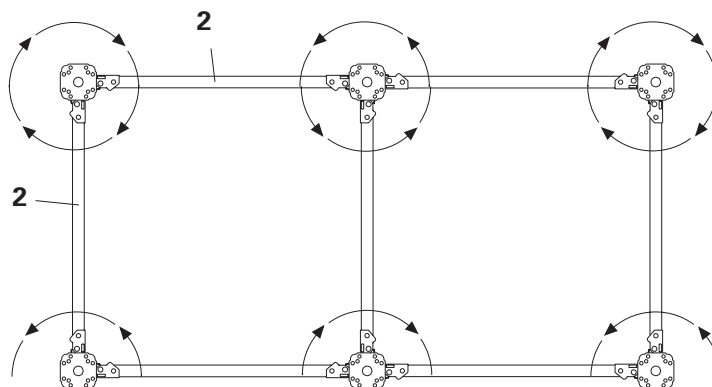

Fig. 31
- MRK-rammerne **2** skal konsekvent monteres møllevingeagtigt. Fig. 31